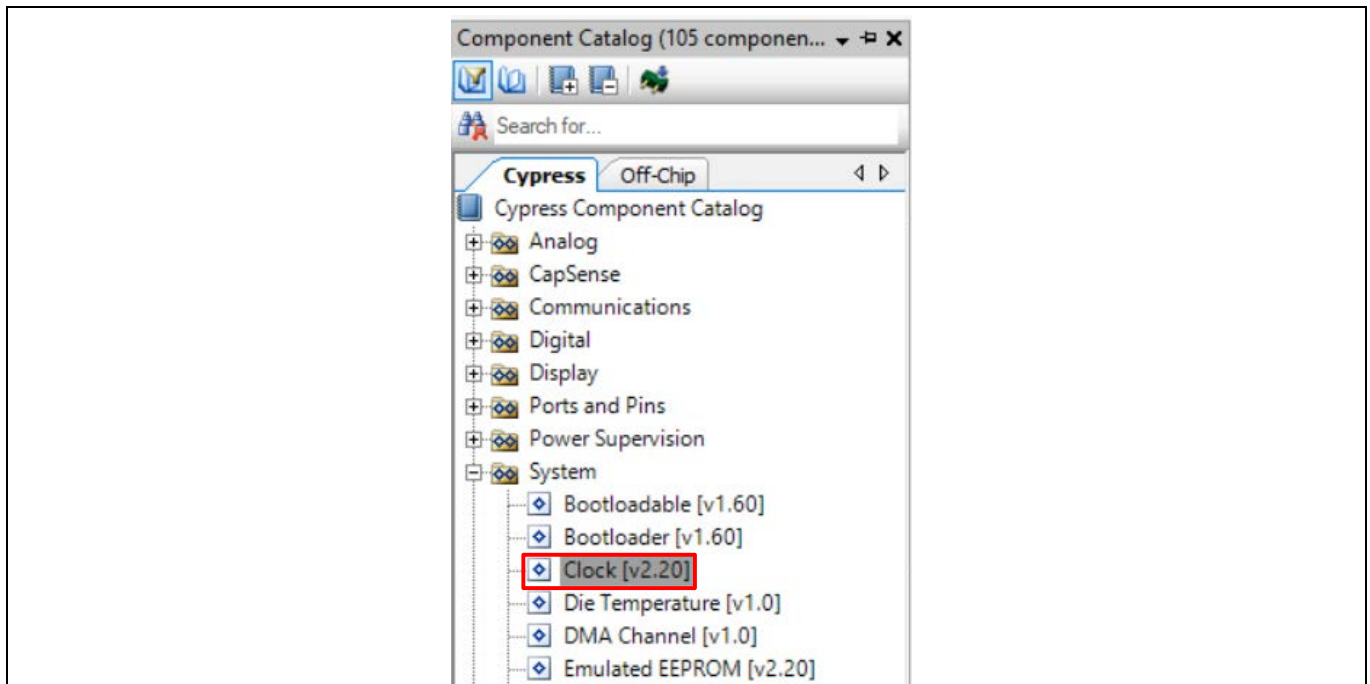
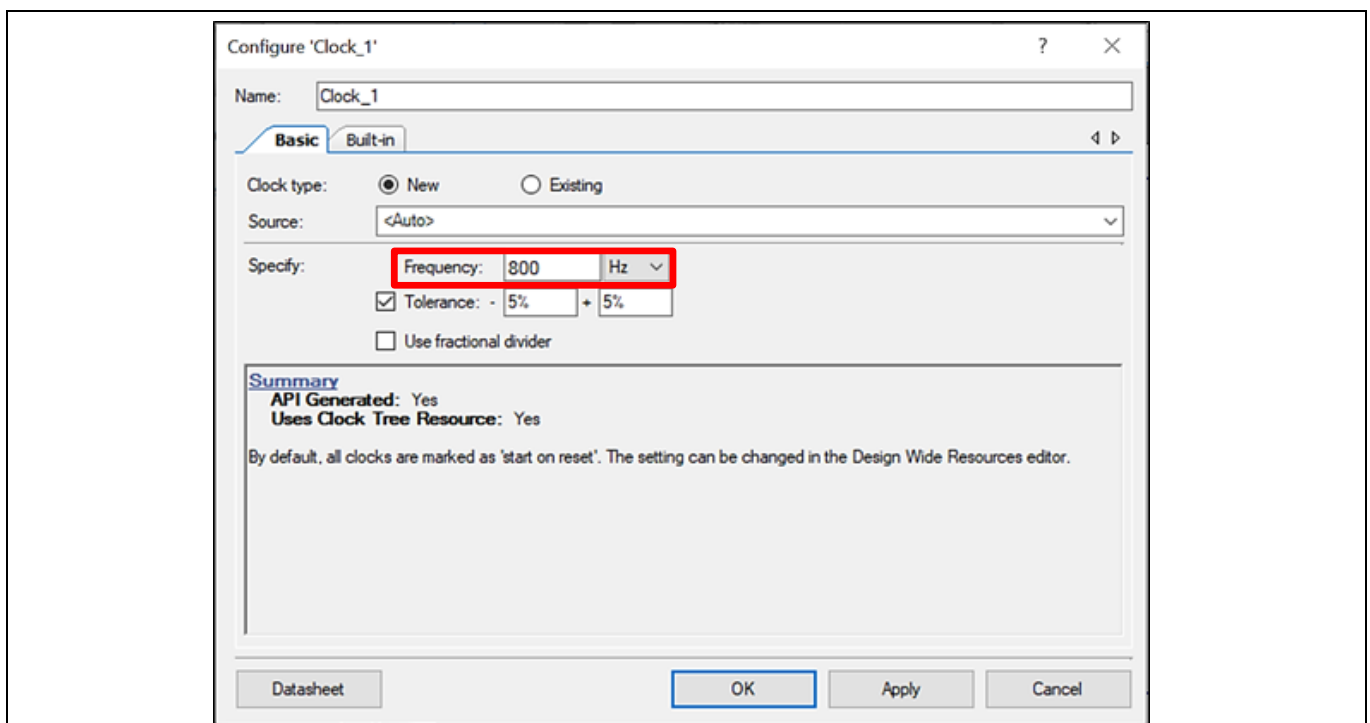

Figure 40 クロック コンポーネントの場所
Figure 41 クロック コンポーネントの設定
- PWM コンポーネントが動作するために 1 つの入力クロックを必要とします。Figure 40 と Figure 41 に示すように、回路図に **Clock** コンポーネントをドラッグアンドドロップし、そのコンポーネントをダブルクリックして、**Frequency** を 800 Hz に設定してください。PWM コンポーネントの Prescaler 値設定が 8 なので、PWM の実効入力クロックはわずか 100 Hz です。したがって、PWM 周期が 254 の場合、PWM 出力周期時間は 2.54 秒になります。